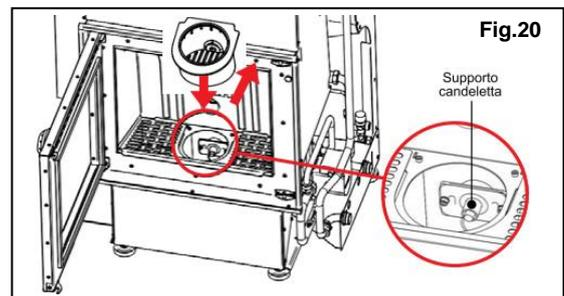

Fig.20
**CONSIGLI:** quando si ripristina il braciere, fare attenzione a inserirlo correttamente nell'apposita sede presente nella struttura, verificando la perfetta planarità del braciere sulla base di appoggio e spingendola verso il fondale per far coincidere il foro posteriore con il supporto della candeletta (fig.20).
**COME AGIRE:** Rimuovere il braciere e verificare che il supporto della candeletta non sia ostruito. In caso contrario rimuovere ogni residuo con l'ausilio di un pennello e di un aspiratore (fig.20).